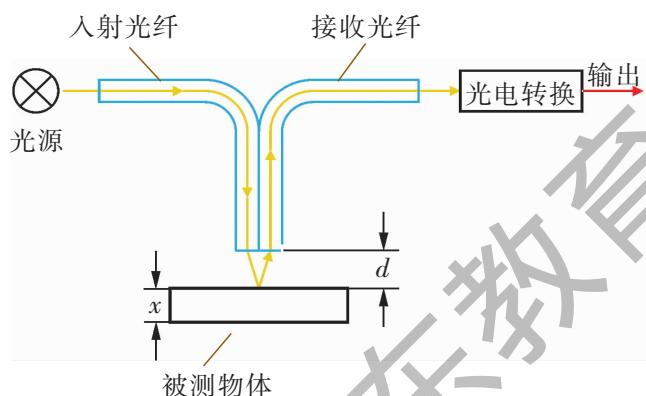
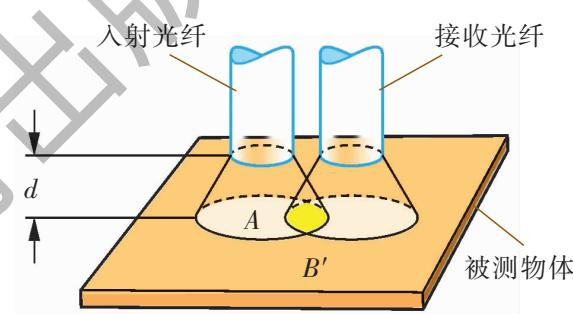

图 3-8
图 3-9 光纤位移传感器光反射原理图
(1) 当育秧棚的湿度正常时， a 、 b 两点哪一点的电势高？
(2) 如何调高棚内的湿度？
9. 如图 3-8 所示是反射式光纤位移传感器的工作原理图。由恒定光强的光源发出的光进入入射光纤，并从入射光纤的出射端射向被测物体，使被测物体反射的光部分被接收光纤接收。由图 3-9 可知，光纤探头的光照与发射光锥和接收光锥的重合面积 B' 有关。试讨论光纤探头光照随物体距离的变化情况。